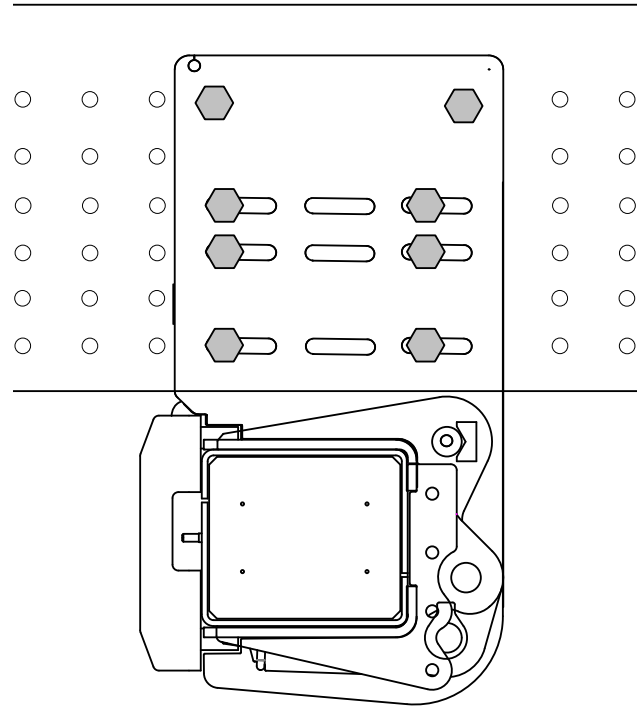

Figure 32. Montage du support de cadre sur le cadre du véhicule avec trous pré-perforés
Voir Figure 32.
18. Percer des trous dans le cadre du véhicule pour les boulons de fixation à travers les deux trous ronds supérieurs du support correspondant. Utiliser des boulons appropriés (d'une résistance équivalente à M14 10,9 ou supérieure) et ajouter une rondelle et un écrou à l'intérieur du cadre du véhicule. Voir Figure 32. Serrer les vis avec une clé dynamométrique. **Couple de serrage : standard du boulon sélectionné.**